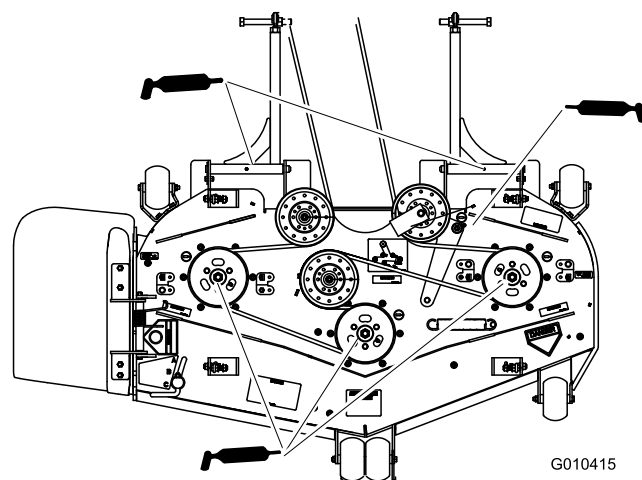

Figura 32
4. Engrase los puntos de engrase de los cojinetes de los 3 ejes (Figura 32).
5. Engrase el brazo tensor de la plataforma del cortacésped (Figura 32).
6. Lubrique los puntos de engrase de los brazos de empuje (Figura 32).